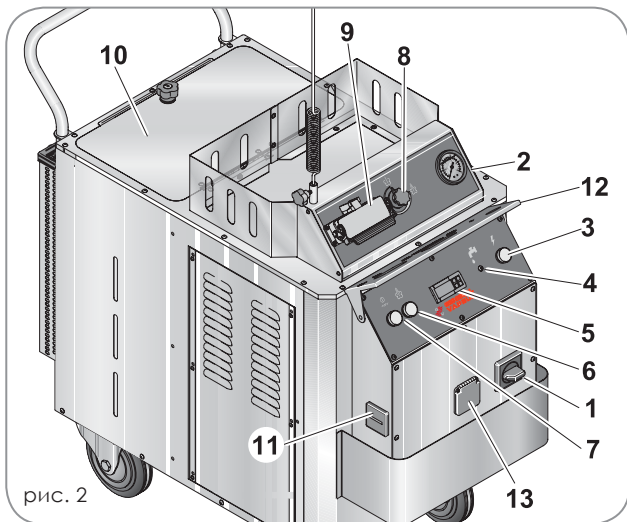
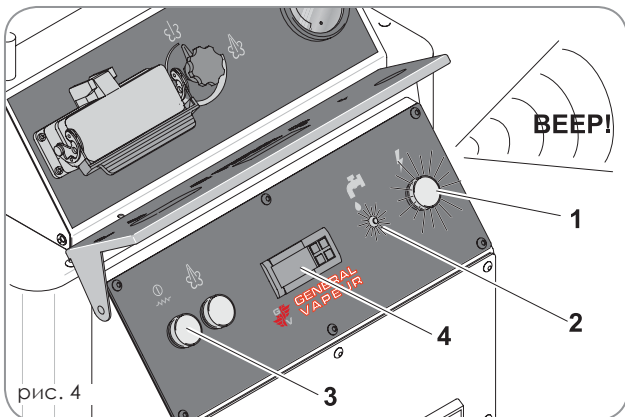

рис. 2
рис. 4
Лампочка (поз. 1, рис. 4), загоревшаяся на панели управления, указывает на правильное подключение к сети.
При отсутствии воды в резервуаре включается соответствующая сигнальная лампочка и подается звуковой сигнал. Включить главный выключатель подачи тока на насос и сопротивление (поз. 3, рис. 4).
Индикатор температуры в течение 4-5 секунд будет мигать, а затем начнет гореть непрерывно, показывая внутреннюю температуру котла. Сигнальная лампочка (поз. 2, рис. 4) загорится на 2 секунды, а потом погаснет.
Когда температура достигает значения около 180 °С (считывается на дисплее индикатора 4, рис. 4), а давление – примерно 10 бар (манометр 2, рис. 2), устройство готово к работе.
При отсутствии воды в резервуаре сигнальная лампа (поз. 2, рис. 4) начнет мигать и будет подан звуковой сигнал.
При наполнении резервуара водой до минимального уровня сигнальная лампа и звуковой сигнал (поз.2, рис. 4) выключаются.
– При наполненном резервуаре и пустом котле запустите парогенератор с помощью выключателей (см. параграф «ПОДГОТОВКА»). При этом включится насос подачи воды, который заполнит котел до требуемого уровня. На этой стадии нагревательный элемент отключен, а сигнальная лампочка (поз. 2, рис. 4) непрерывно горит без подачи звукового сигнала, указывая на то, что идет процесс наполнения.
– По окончании процесса наполнения насос отключается, сразу после чего включается сопротивление и начинается процесс нагревания. Сигнальная лампочка (поз. 2, рис. 4) при этом гаснет.
– Каждый раз, когда датчик уровня воды в котле обнаруживает ее недостаток, запускается функция наполнения. В процессе восстановления уровня сопротивление продолжает работать, а сигнальная лампочка (поз. 2, рис. 4) непрерывно горит без подачи акустического сигнала.
- Если в процессе наполнения котла датчик уровня воды в резервуаре остался полностью открытым, система немедленно блокирует функцию подачи воды, а сигнальная лампочка (поз. 2, рис. 4) начинает мигать и звучит прерывистый звуковой сигнал.
– Каждый раз, когда датчик уровня воды в резервуаре обнаруживает ее недостаток, система немедленно блокирует функцию подачи воды в котел, а сигнальная лампочка (поз. 2, рис. 4) начинает мигать и звучит прерывистый акустический сигнал.
ВНИМАНИЕ! Если в процессе наполнения датчик уровня воды в котле остается открытым более 3 минут, система отключает функцию нагревания и наполнения, лампочка начинает мигать и звучит акустический сигнал. В этом случае следует перезапустить парогенератор, отключив и снова включив главный выключатель (поз. 3, рис. 4).
Регулировка осуществляется с помощью 4 кнопок, установленных на терморегуляторе (поз. 5, рис. 2), следующим образом: